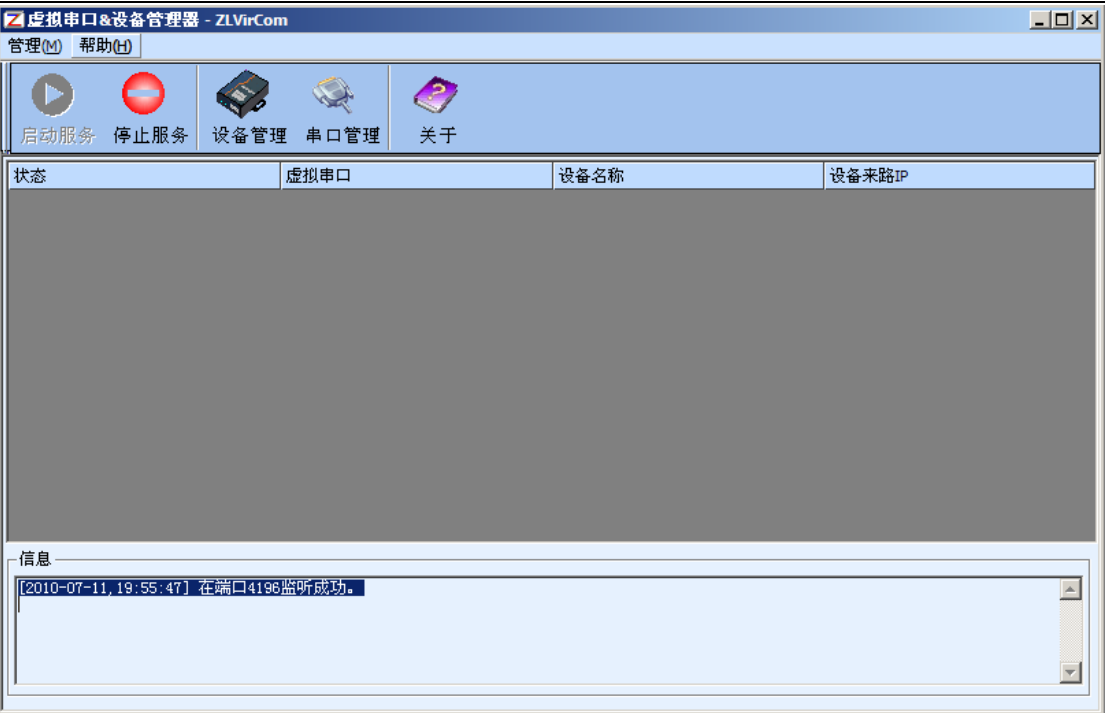

图 2 ZLVircom 软件界面
- 2. 创建虚拟串口：点击图 2 “串口管理”，添加一个未被使用的串口号，例如 COM5。
- 3. 查看设备列表：点击图 2 “设备管理”，正常情况下应该看到一行或者多行记录，每条记录表示一台串口服务器。如果没有看到记录，则可以单击“自动搜索”，如果仍然无法看到设备，请检查网线是否连接好。